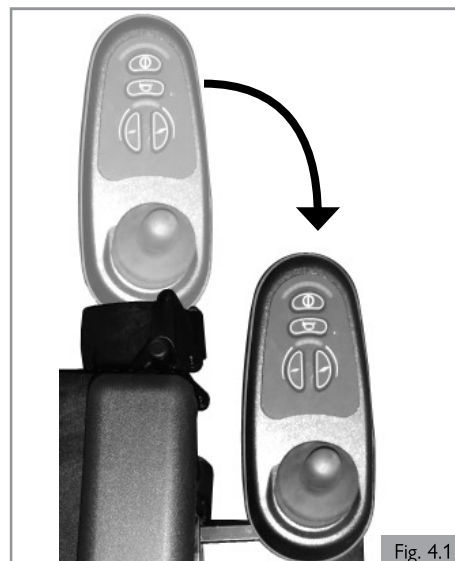

Fig. 4.1
- Lorsque le boîtier de commande escamotable est en position parallèle, roulez à une vitesse lente et manœuvrable. (Fig. 4.1)